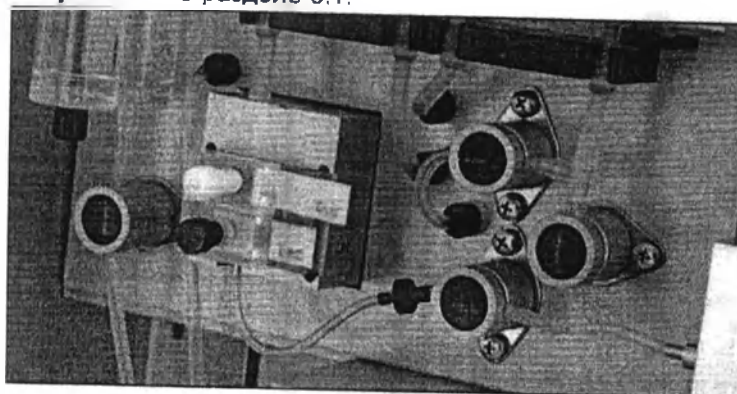

Рисунок 23 Измерительный биосенсорный модуль
- Немедленно поместите **новый биосенсор** в его отсек. Верхний отсек для сенсора глюкозы (белый винт), нижний отсек для сенсора лактата (черный винт), см. рисунок 23.